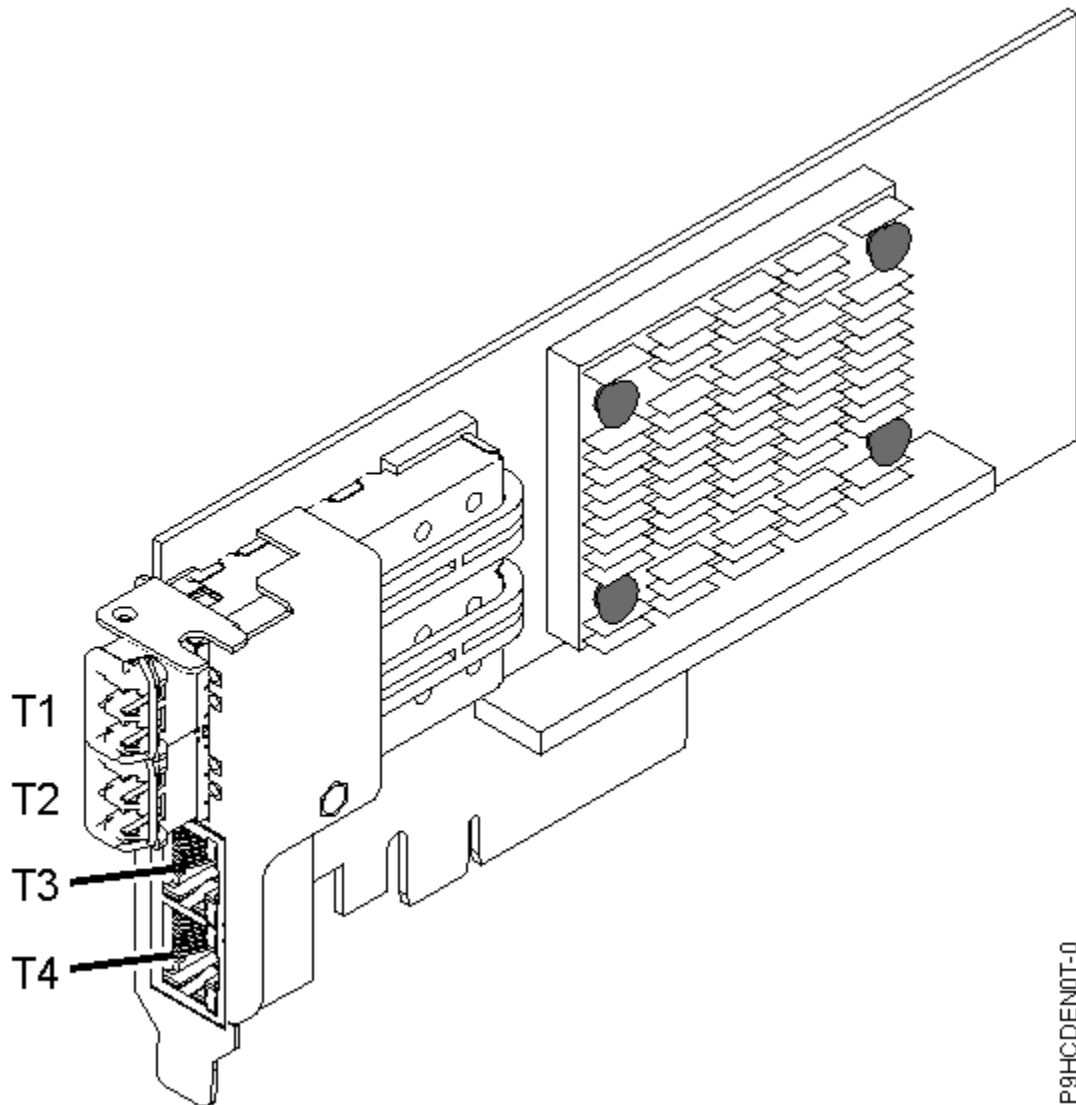

図 29. PCIe3 LP 4 ポート (10Gb+1GbE) SR+RJ45 アダプター
この 4 ポート・アダプターは、2 個の 10 Gb スモール・フォーム・ファクター・プラグ可能 (SFP+) 光 SR トランシーバー・ポートと 2 個の 1 Gb RJ45 イーサネット・ポートを提供します。2 個の 10 Gb SR ポートは、リトル・コネクタ (LC) 二重タイプ・コネクタを備えています。光トランシーバーは、短波レーザー光学を使用し、LC コネクタ付きの MMF-850nm ファイバー・ケーブルで接続されます。光ケーブルについて詳しくは、61 ページの『ケーブル』を参照してください。各 10 Gb ポートは公称データ速度 10 Gbps (G ビット/秒) のイーサネット接続を提供します。60 ページの図 29 は、FC ENOT アダプターを示しています。